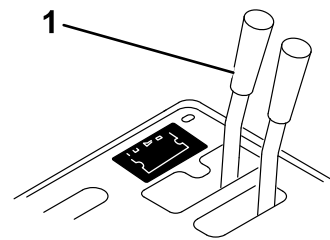
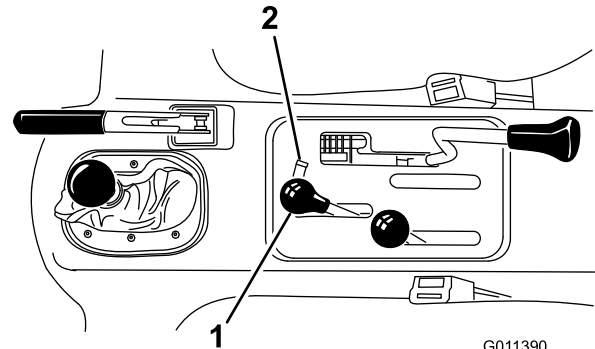

Figura 14
Figura 15
1. Nos veículos no números de série anteriores a 239999999, mova o manípulo de controlo remoto da válvula hidráulica (Figura 14) para a posição flutuante e nos veículos com os números de série 240000001 e superior, mova a alavanca do elevador hidráulico (Figura 15) para trás e para a frente para remover a pressão do sistema e facilitar o desligar dos acopladores rápidos.